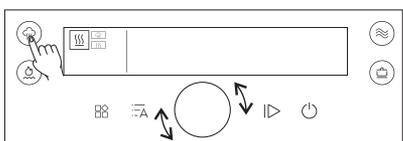
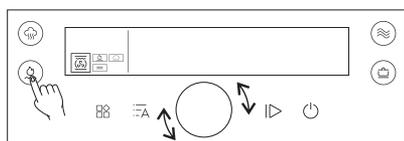
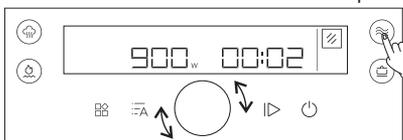

рис. 1
рис. 2
рис. 3
2. Нажмите  (рис. 1) или  (рис. 2) или  (рис. 3) или  (рис. 4) чтобы выбрать функции ПАР/ГРИЛЬ/МИКРОВОЛНЫ/ТУШЕНИЕ, затем поверните поворотный регулятор, чтобы выбрать режим.